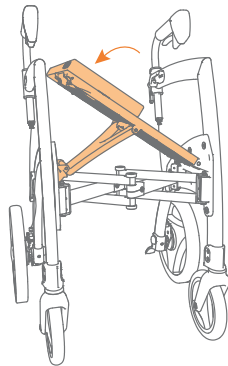

Abbildung 11: Drücken Sie den Sitz nach unten, bis Sie ein Klicken hören.
- b. Drücken Sie den Sitz nach unten, bis er einrastet. Wichtig: Der Sitz ist erst gesichert, wenn er deutlich hörbar "einrastet" (**Abbildung 11**).